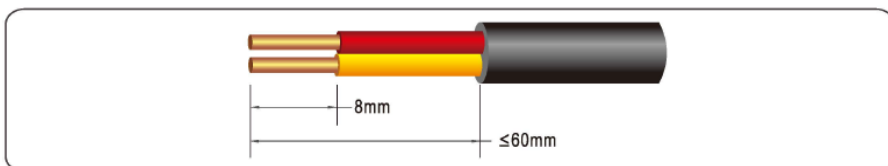

Figura 5.19 Engarce de un cable de comunicación RS485 (unidad: mm)
Paso 1 Pele un trozo del recubrimiento y la capa de aislamiento del cable de salida de CA utilizando un pelacables, como se muestra en la figura 5.19.